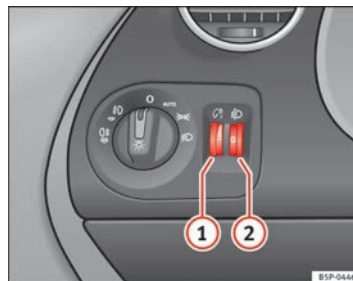

Fig. 74 Planche de bord : régulateurs d'éclairage des instruments et des commandes et du site des projecteurs
Lorsque l'éclairage est mis, la luminosité du rhéostat d'éclairage des instruments et des commandes peut toujours être réglée en tournant la molette ⇒ fig. 74 ①.